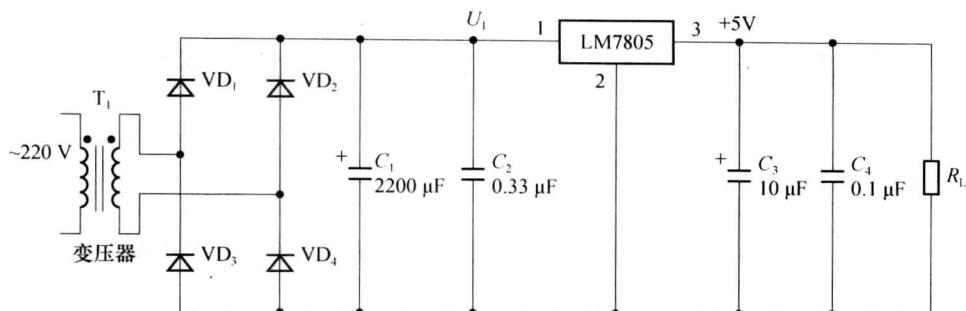
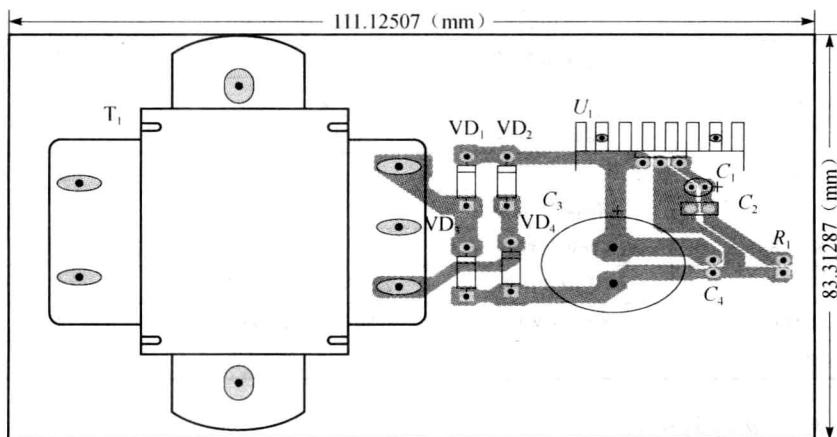

图 1.2 +5 V 直流稳压电源电路
图 1.3 +5 V 直流稳压电源电路装配图
- ① 小组制订工作计划。
- ② 读懂直流稳压电源电路原理图（图 1.2），明确元件连接和电路连线。
- ③ 画出布线图。
- ④ 完成电路所需元件的购买与检测。
- ⑤ 根据布线图制作直流稳压电源电路。
- ⑥ 完成直流稳压电源电路功能检测和故障排除。
- ⑦ 根据老师讲解电路原理，小组讨论完成电路详细分析及项目报告。
- ① 增强专业意识，培养良好的职业道德和职业习惯。
- ② 能借助资料读懂稳压集成块芯片的型号，明确各引脚功能。
- ③ 了解直流电源电路的检测。
- ④ 掌握+5 V 直流电源的制作。
输入交流电压 220 V, $f=50$ Hz, 输出+5 V 直流电压。+5 V 直流电源电路原理如图 1.2 所示。
根据图 1.2 画出 +5 V 直流稳压电源原理图，然后根据原理图画出印制板图和装配图 (图 1.3)，再根据安装布线图按正确方法插好 IC 芯片，并连接线路。电路可以连接在自制的 PCB (印刷电路板) 上，也可以焊接在万能板上，或通过“面包板”插接。